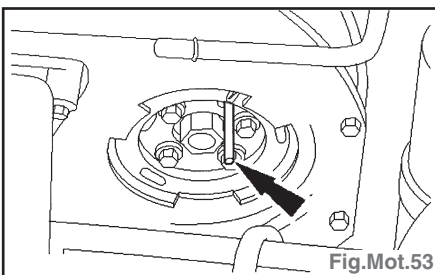

Fig.Mot.53
- Déposer la pige de calage de pompe d'injection (Fig.Mot.53).
- Introduire la pige de calage de pompe d'injection pour contrôler le calage de la pompe d'injection (Fig.Mot.53).